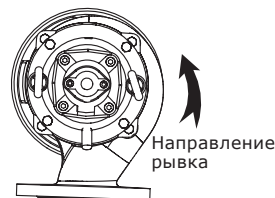

Рис. 7 Вид сверху. Направление рывка при пуске
3. Если насос подключен правильно, рывок будет в сторону, противоположную правильному направлению вращения. См. рис. 7.